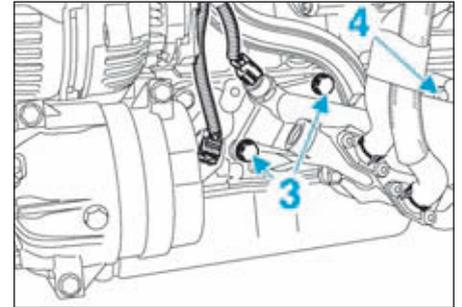

FIG.124
- Mettre en place des pinces durites, puis déposer les durites (2).
- les vis de fixation (3) du boîtier de filtre à huile (Fig.124).
- la vis (4) de la pige de PMH.